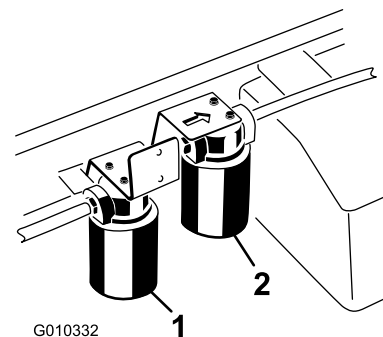

Figure 71
5. Placez un bac de vidange sous le filtre et enlevez le filtre (Figure 71).
4. Nettoyez la zone autour de la surface de montage du filtre grand débit (Figure 71).